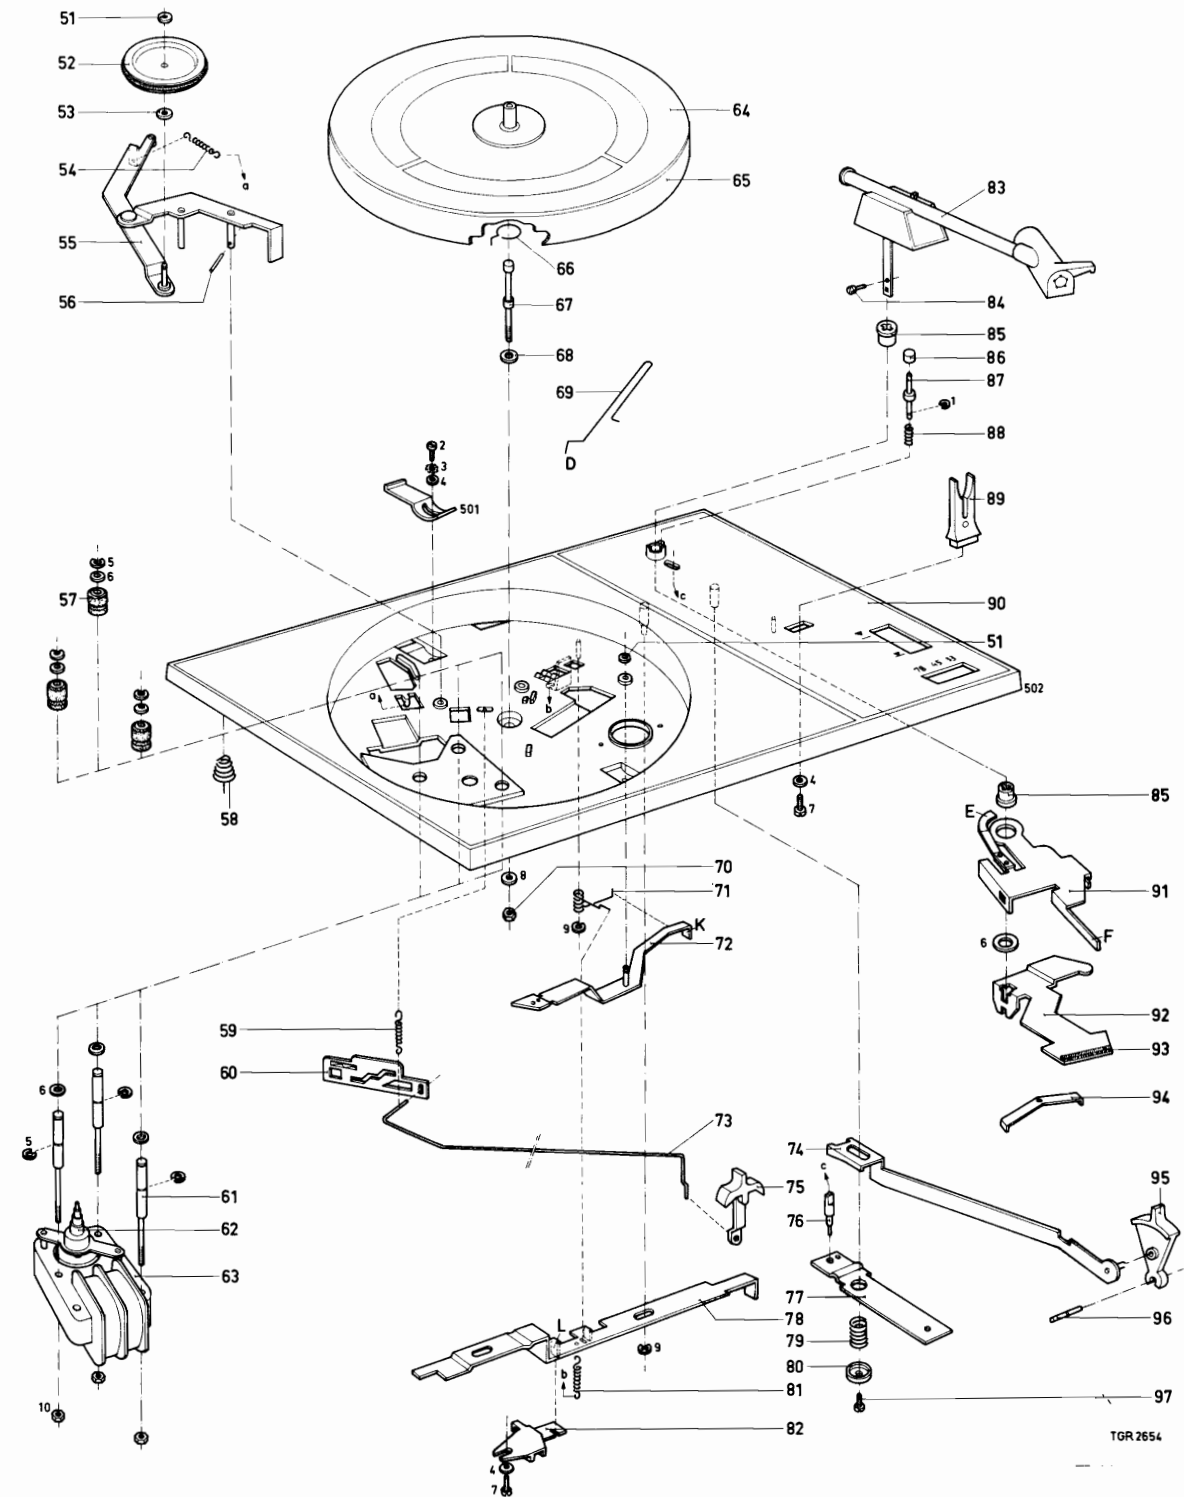

Fig. 4
- d. In- en uitschakelmechanisme schakelaar 82 (fig. 4)
- a. Demontage des Plattenteller 65 (Abb. 4)
- a. Zwischen rad 52 (Abb. 4)
d. Mécanisme du commutateur marche/arrêt 82 (fig. 4)
- a. Smontaggio del piatto ruotante 65 (fig. 4)
- a. Ruota folle 52 (fig. 4)
- d. Meccanismo del commutatore marcia/fermo 82 (fig. 4)
d. Ein- und Ausschaltmechanismus Schalter 82 (Abb. 4)
- a. Desmontaje del plato giratorio 65 (Fig. 4)
- a. Rueda intermedia 52 (Fig. 4)
- d. Mecanismo de conexión y desconexión del interruptor 82 (Fig. 4)
a. Avlägsnande av skivtallriken (fig. 4)
a. Mellanhjul 52 (fig. 4)
d. Till/frånslagsmekanismen för omkopplare 82 (fig. 4)